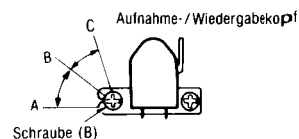
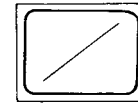

Fig. 3
Fig. 6
Schraube (B) in Fig. 3 auf maximalen Ausgangspegel des linken und rechten Kanals abgleichen.
3. Durch Drehen der in Fig. 3 gezeigten Schraube (B) die Winkel A und C (Punkte, wo Spitzenausgangspegel für den linken und rechten Kanal erreicht werden) ermitteln. Anschließend den Winkel B zwischen dem Winkel A und C ermitteln, d.h. den Punkt, wo die Ausgangspegel des linken und rechten Kanals ausbalanciert (ausgeglichen) sind. (Siehe Fig. 3 und 4.)
- Schraube (B), wie in Fig. 3 gezeigt, so einstellen, daß Zeiger von zwei Röhrevoltmeter auf Maximum ausschlagen und am Oszillographen eine Wellenform wie in Fig. 6 erreicht wird.